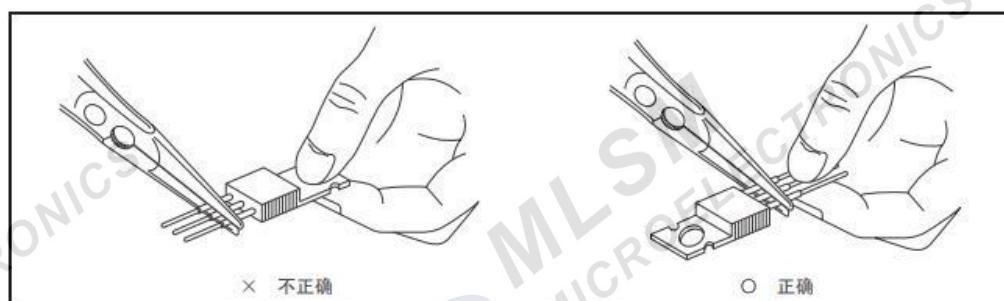
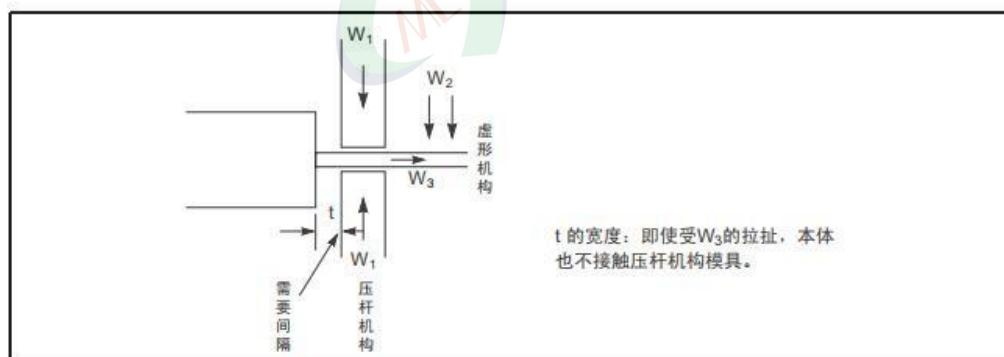

图 1 引线的弯折方法
图 2 使用模具弯折引线的方法
- (1) 在弯折引线时，为了防止在封装本体与引线之间施加相对应力，必须固定弯折点与本体之间的引线，不要触摸本体，也不要拿着本体弯折引线（参照图 1）。另外，当使用模具进行大量引线的成形时，必须设置固定引线的机构，要注意引线压杆机构不能对器件本体施加应力（参照图 2）。